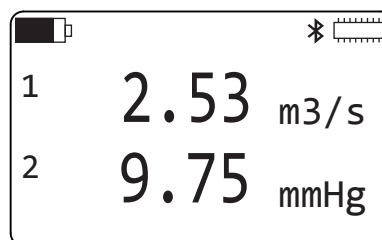

Abbildung 10
Ausgehend vom Bildschirm **Messdaten** (siehe Abbildung 10) drücken Sie vier Mal auf ►, dann ein Mal auf ▼.
- Ausgehend vom Bildschirm **Messdaten** (siehe Abbildung 10) drücken Sie auf ►.
Ausgehend vom Bildschirm **Messdaten** (siehe Abbildung 10) drücken Sie vier Mal auf ►, dann ein Mal auf ▼. Wählen Sie **Löschen** für den Speicher.